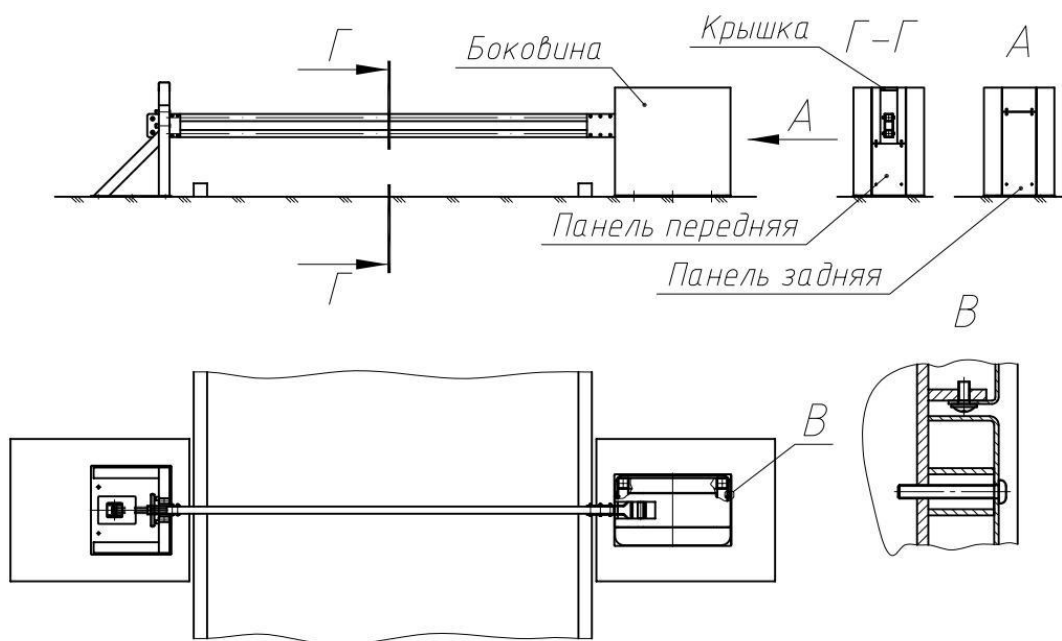

Рисунок 6
4.1.16 Установить с помощью винтов декоративные кожухи (рис. 6).